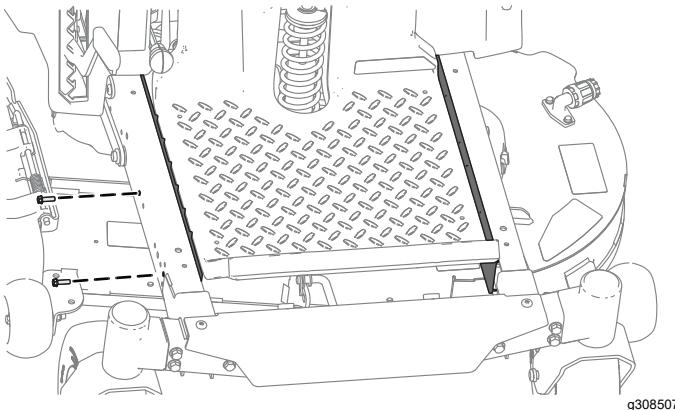

Figura 3
2. Remova as proteções em ambos os lados da estrutura (Figura 3).